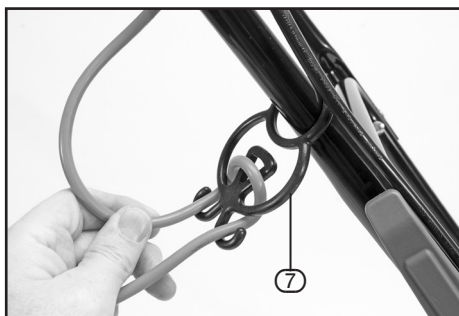

FIG.5
8.5 WIND POWER CABLE INTO RESTRAINT – FIG.5